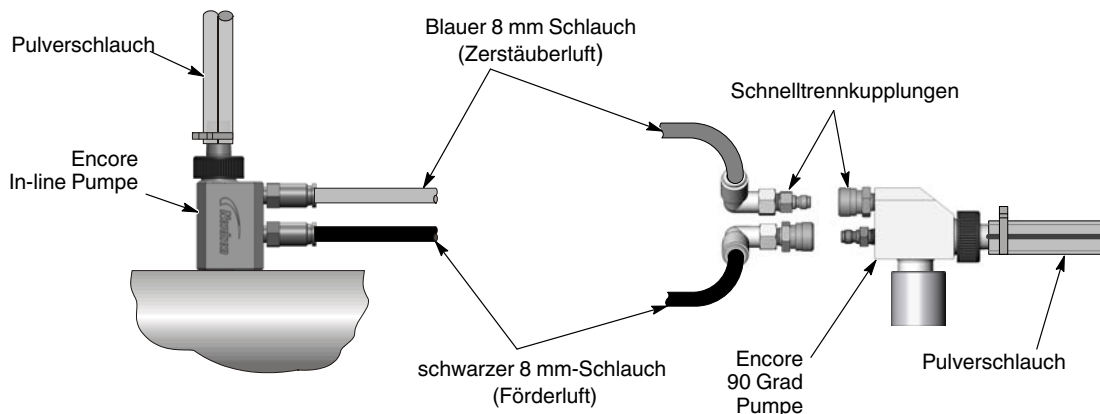

Abb. 3-9 Pumpenanschlüsse
3. Siehe Abbildung 3-9. Die Luftschläuche an den Pumpenanschlüssen anschließen.